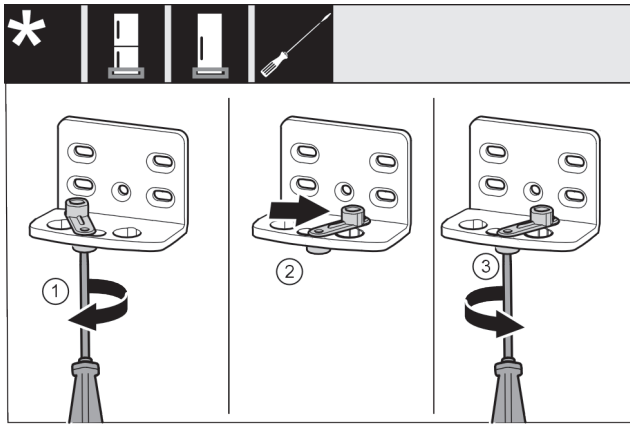

Fig. 45 *
- ▶ Lazán tekerje be a csavart Fig. 45 (1) csavarhúzóval.*
- ▶ Emelje meg az ajtó záródását segítő egységet Fig. 45 (2), és 90°-kal jobbra forgatva tekerje be a furatba.*
- ▶ Húzza meg a csavart Fig. 45 (3) csavarhúzóval.*